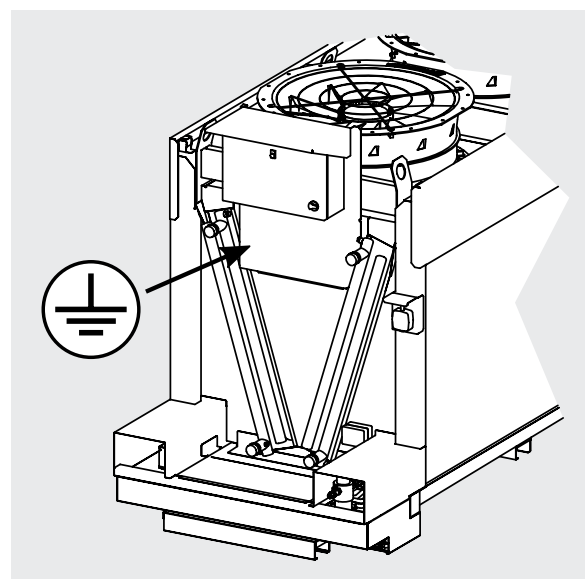

Abbildung 13
- 8.4 Um das Risiko eines indirekten Kontakts zu minimieren, kann das elektrische System über den Stift an der vorderen Halterung geerdet werden. Siehe Abbildung 13.